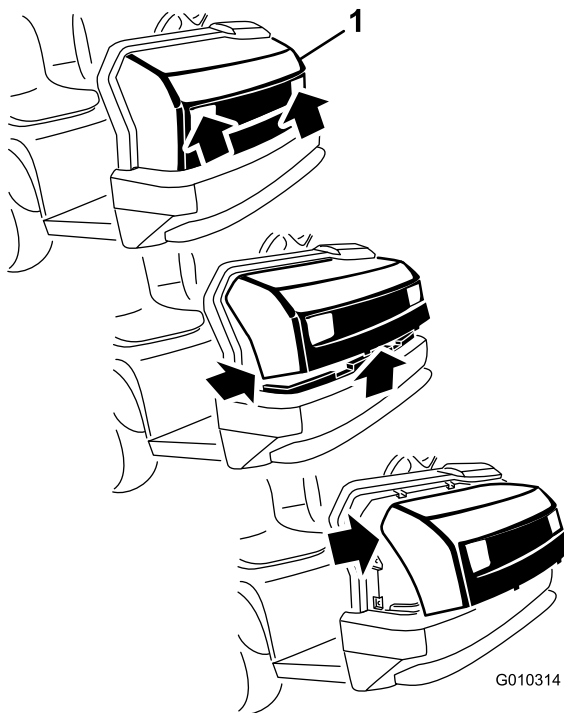

Figura 28
1. Afferrate il cofano dalle aperture dei fari, sollevatelo per sganciare le linguette di montaggio inferiori dalle fessure del telaio (Figura 28).
2. Ruotate verso l'alto la parte inferiore del cofano in modo da estrarre le linguette di montaggio superiori dalle fessure del telaio Figura 28).
3. Ruotate in avanti la parte superiore del cofano e scollegate i connettori dei fili dai fari (Figura 28).
2. Inserite le linguette di montaggio superiori nelle fessure del telaio (Figura 28).
3. Inserite le linguette di montaggio inferiori nelle fessure del telaio (Figura 28).